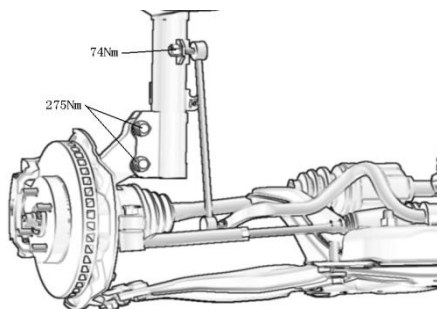

图 5.1-20
③ 拆下带螺旋弹簧的前减振器。
- a 拆下前横向稳定杆连杆与前减振器总成连接的螺母。拆卸前减振器总成与转向节连接的2个螺母和螺栓后，将减振器从转向节上拆下，如图5.1-20 所示。